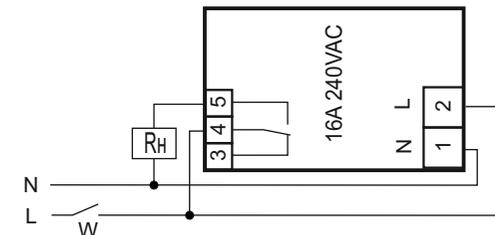

Рис.1 Схема подключения реле RN-01-02
8.2. Подключить нагрузку к изделию (см. рис. 1). Для этого используйте одножильный или многожильный провод с двойной или усиленной изоляцией сечением, соответствующей мощности нагрузки. Переменное фазное напряжение **220 В, 50 Гц** подается на контакты **L** и **N** изделия и на контакт **4**. Напряжение может подаваться через выключатель **W** или напрямую.